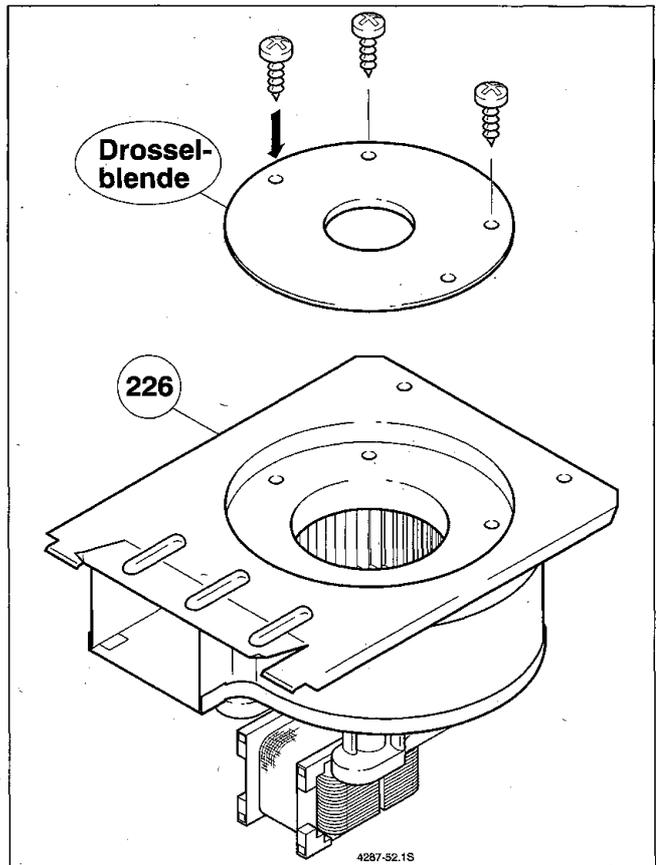

Bild 67
- Drosselblende auswählen und an der Saugseite des Abgasventilators (226) montieren (Bild 67).
- Einbau des Abgasventilators (226) und der Mantelschale (c) in umgekehrter Reihenfolge vornehmen.